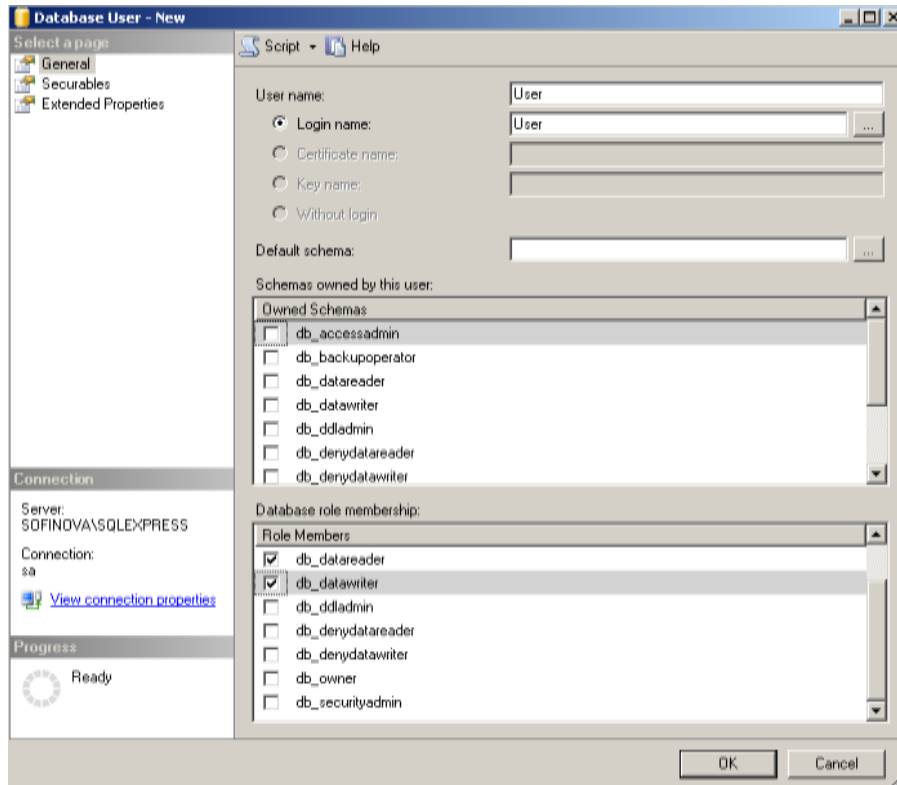

Рисунок 16 - Создание объекта пользователей базы данных
- Для остальных ролей (пользователь, оператор, гость) выставить флажки db_datareader и db_datawriter. Эти встроенные роли дают право просматривать и изменять соответственно любую информацию в базе данных (см. Рисунок 16).